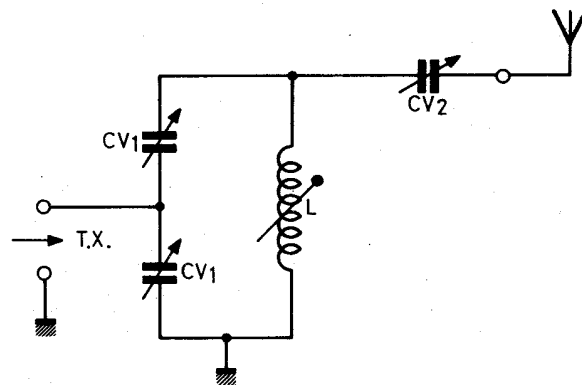

Fig. 10 – Le «transmatch »
- le «**transmatch**» (fig. 10) . Ce coupleur présente l'inconvénient de nécessiter l'emploi: